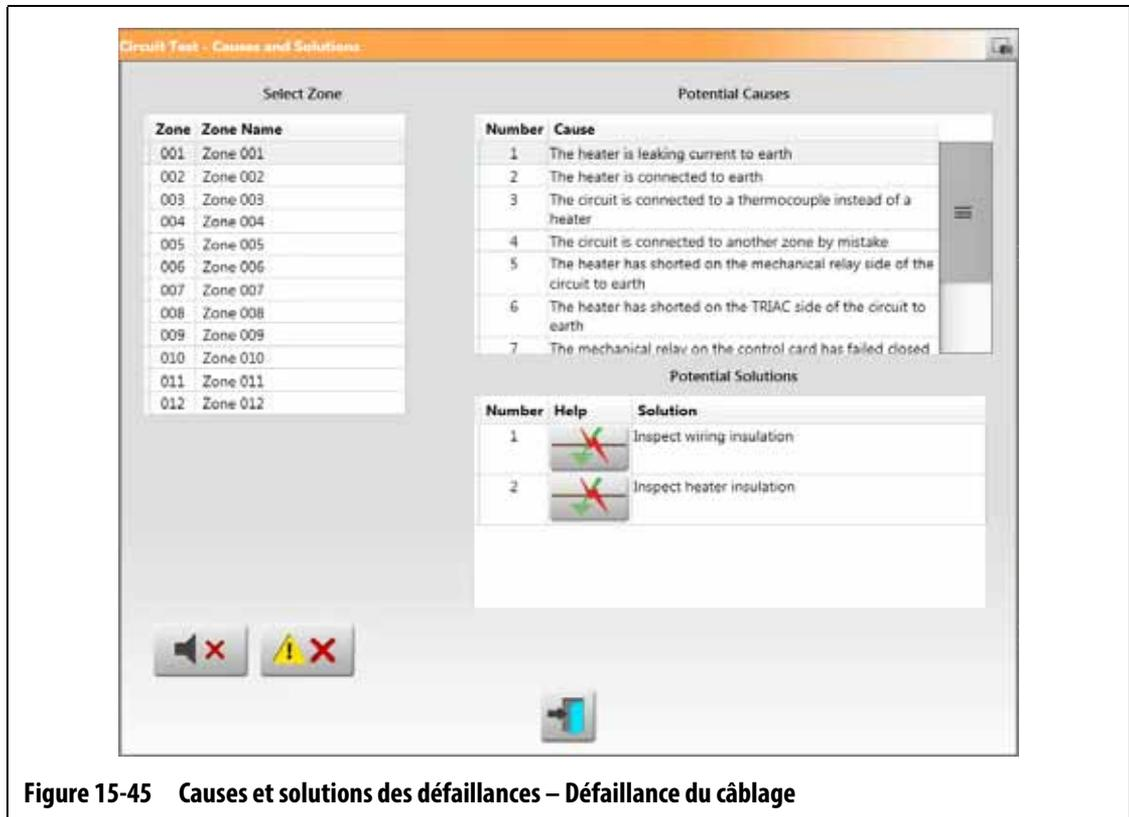
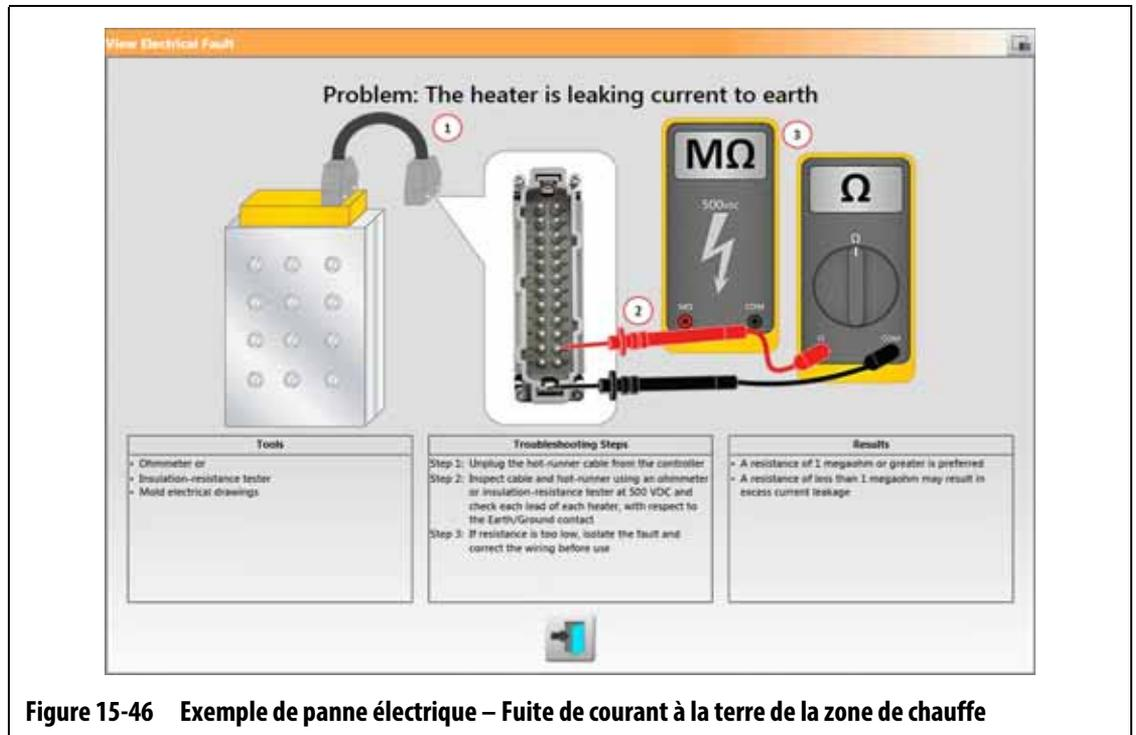

Figure 15-45 Causes et solutions des défaillances – Défaillance du câblage
Figure 15-46 Exemple de panne électrique – Fuite de courant à la terre de la zone de chauffe
Lorsque le contrôleur effectue un test de circuit, il arrête le système et vous avertit si des défaillances ont été détectées pendant le test. Le contrôleur affiche une fenêtre de dialogue contenant des données sur les causes et les solutions possibles. Veuillez-vous reporter à Figure 15-45. Cette fenêtre peut également être ouverte lorsque vous appuyez sur le bouton **Afficher les données de défaillance** sur l'écran Configuration du système (onglet Configuration des chauffes, onglet Surveillance).
- Afficher la défaillance électrique – Appuyez sur ce bouton pour afficher une image qui vous aidera à dépanner la défaillance. Il affiche également une liste d’outils à utiliser, les étapes de la procédure et les résultats que vous devriez voir. Le bouton Afficher les pannes électriques s’affiche dans Figure 15-45. Reportez-vous à Figure 15-46 pour un exemple de la fenêtre de procédure de dépannage pour une panne « Fuite de courant à la terre de la chauffe».